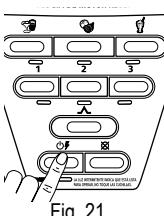

Fig. 21
1. Pressione a tecla da (Fig. 21) para ligar o aparelho. A luz de ligado piscará indicando que está pronto para ser usado.
3. Pressione o botão (Fig. 21) para desligar o aparelho.